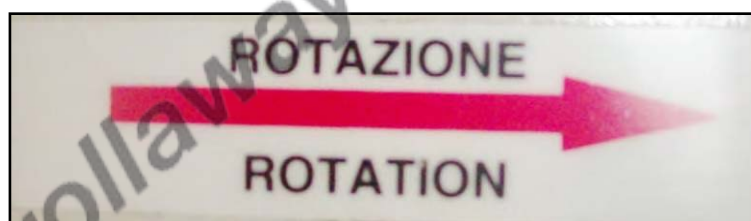

Figura 3 – Pittogramma del senso di rotazione.
- Pittogramma del senso di rotazione della ventola (Figura 3);